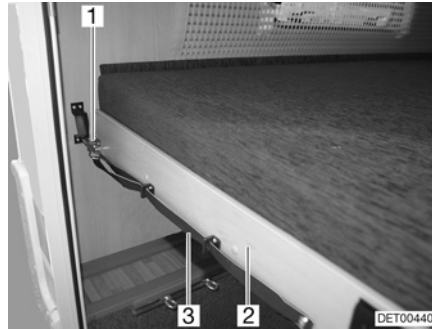

Bild 55 Etagenbett (Heck)
- An der Schlaufe (Bild 55,3) ziehen und den Riegel (Bild 55,1) lösen.
- Den Lattenrost (Bild 55,2) mit der Matratze nach vorn ziehen, bis er einrastet.